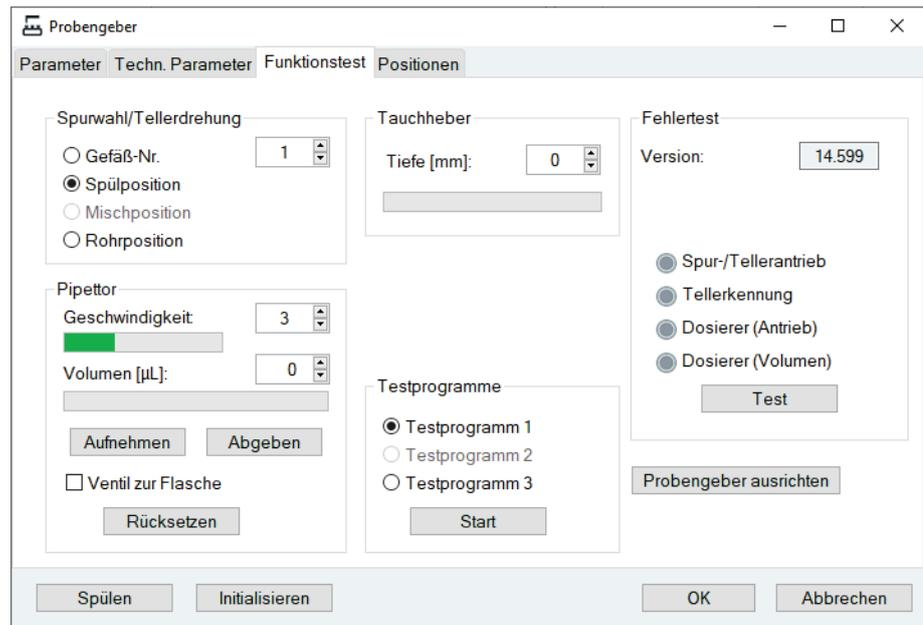

Bild 67 Fenster PROBENGEBER, Registerkarte FUNKTIONSTEST
3. In ASpect LS mit  das Fenster PROBENGEBER öffnen. Auf die Registerkarte FUNKTIONSTEST (Bild 67 S.107) wechseln.